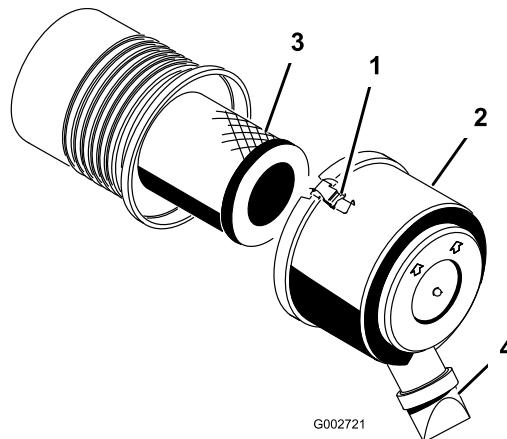

Рисунок 28
1. Отпустите защелки, фиксирующие крышку воздухоочистителя на его корпусе (Рисунок 28).